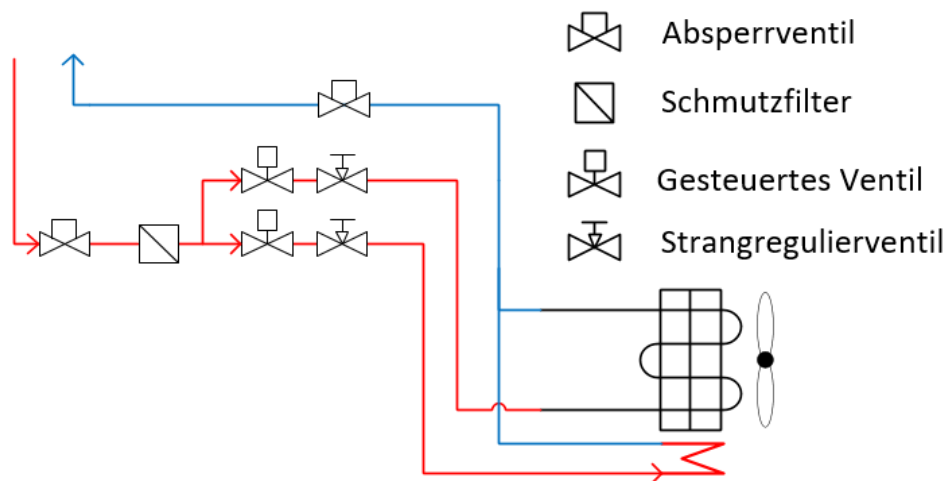

Abbildung 6: Leitungsführung Parallelschaltung
- getrennte Vorläufe Wanne und Block, ein gemeinsamer Rücklauf (Abbildung 6)
Fall 2: Parallelschaltung (Abbildung 6): Eintrittslufttemperatur $\leq -10\text{ °C}$